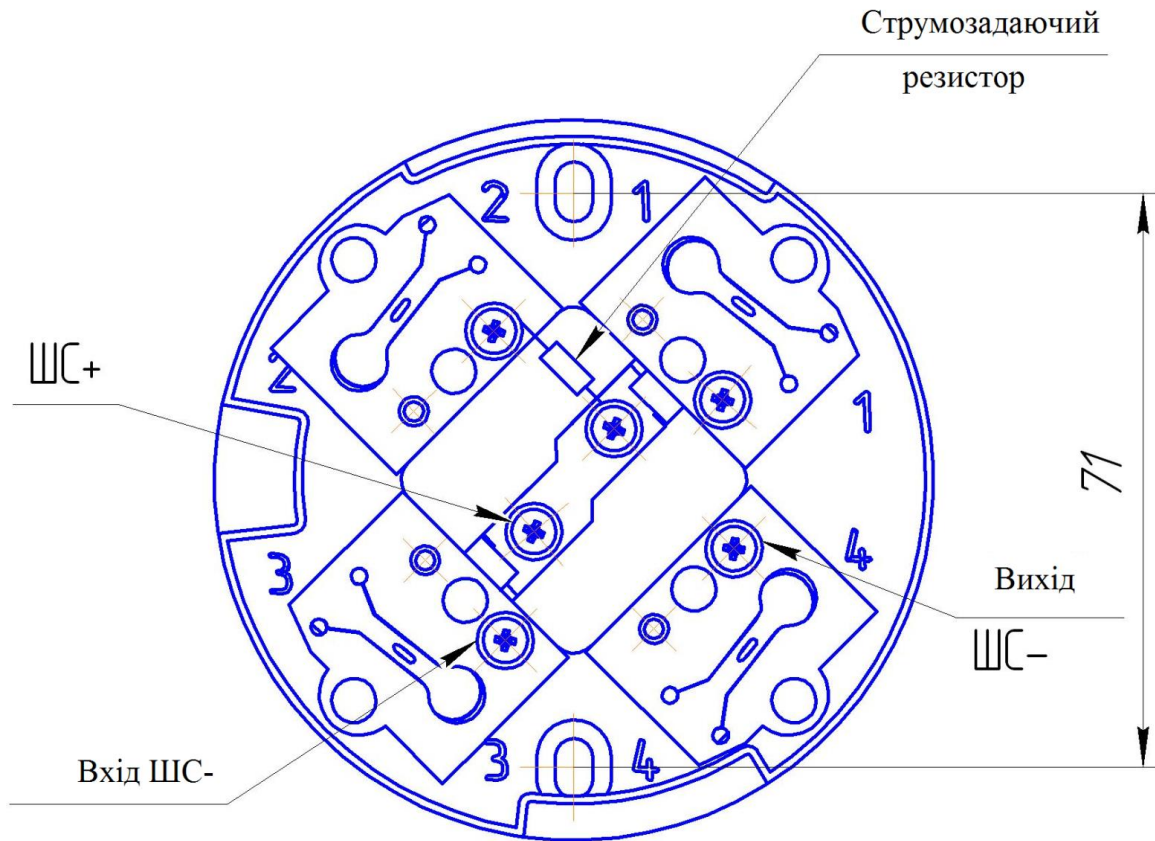

Рис. 2. Розетка сповіщувача. Загальний вигляд та розташування контактів
7.4 Блок сповіщувача з'єднується з розеткою чотирма контактами. Розташування і призначення контактів розетки для сповіщувачів з безконтактним виходом наведено на рис. 2.
- розмітити місця установки дюбелів згідно рис. 2;